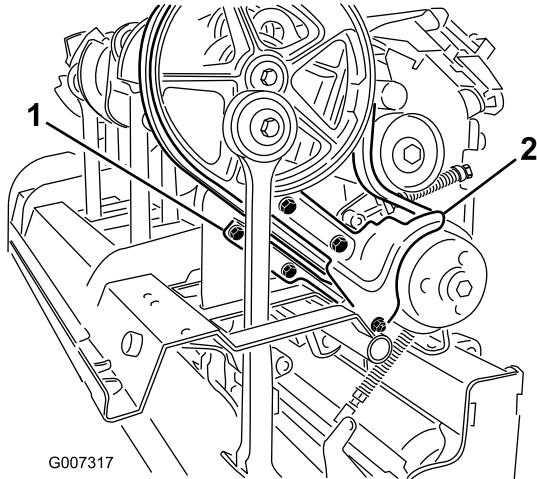

Figura 36
- Retire las fijaciones que sujetan el deflector de tierra y el protector inferior de la correa (Figura 36). Desmonte el deflector de tierra y el protector inferior de la correa.